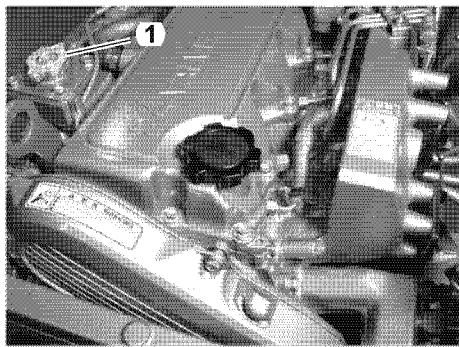

Figura 8
2. Allentare il tappo del bocchettone di rifornimento del serbatoio del liquido di raffreddamento per scaricare la pressione e togliere il tappo (1, **Figura 8**).